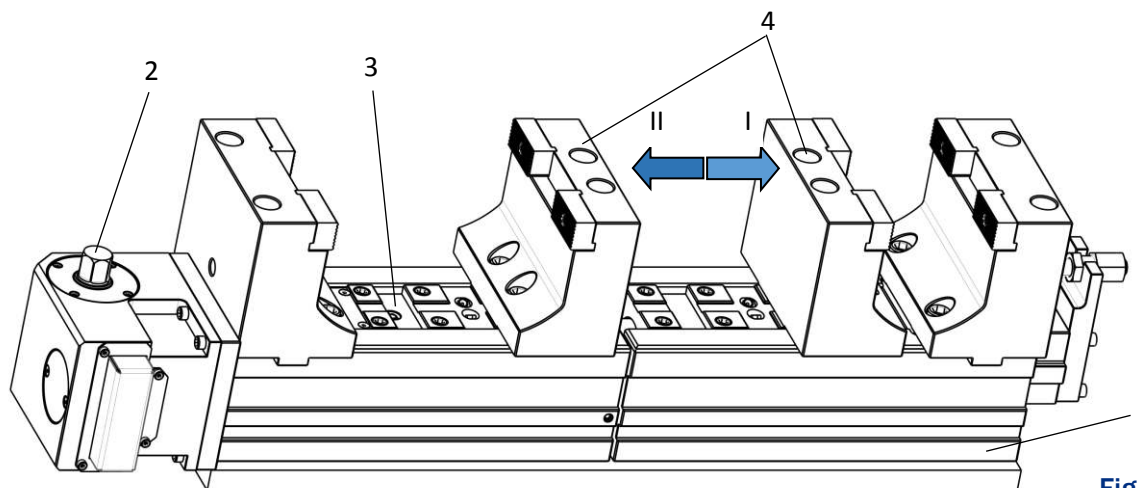

Fig. 1
În pasul 3 din succesiunea de mai sus, se poate întâlni cazul în care reperul al 2-lea nu mai încapă în spațiul rămas între bacuri. În acest caz, se desfac ambele bacuri, se deblochează frâna (10) prin intermediul știftului filetat (11), se modifică poziția subansamblului central (în direcția I, fig.1), acționând piulița (13) după care se blochează acționând știftul filetat (11) figura 4. Se reiau apoi pașii de la 1 la 4.
Se poate de asemenea ca locul rămas pentru al 2-lea reper să fie prea mare și pentru a ajunge să strângem acest reper, se va aplica o prestrângere prea mare pe primul. În acest caz, se desfac ambele bacuri, se deblochează frâna (10) prin intermediul știftului filetat (11), se modifică poziția subansamblului central (în direcția II, fig.1), după care se blochează acționând știftul filetat (4) figura4. Se reiau apoi pașii de la 1 la 4.